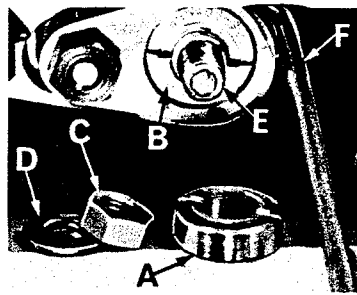

Fig. 14
Die Stichelänge wird durch das Zusammenwirken der verwendeten Transportexzenter bestimmt. Der außenliegende (linke) Exzenter (A, Fig. 14) betätigt den Haupt- oder hinteren Transporteur, während der innere (rechts liegende) Exzenter (B) den Differential- oder vorderen
**NOTE:** On Styles 39500 QB, QP, QY, RA, RF, RM, RR, SE, SF, SG, SV, SW and TH set chaining feed dog (C) level with top of throat plate when feed is at the top of its travel.
Length of stitch is determined by the combination of feed eccentrics used. Outer (left) eccentric (A, Fig. 14) actuates main (rear) feed dog; while the inner (right) eccentric (B) actuates the differential (front) feed dog.